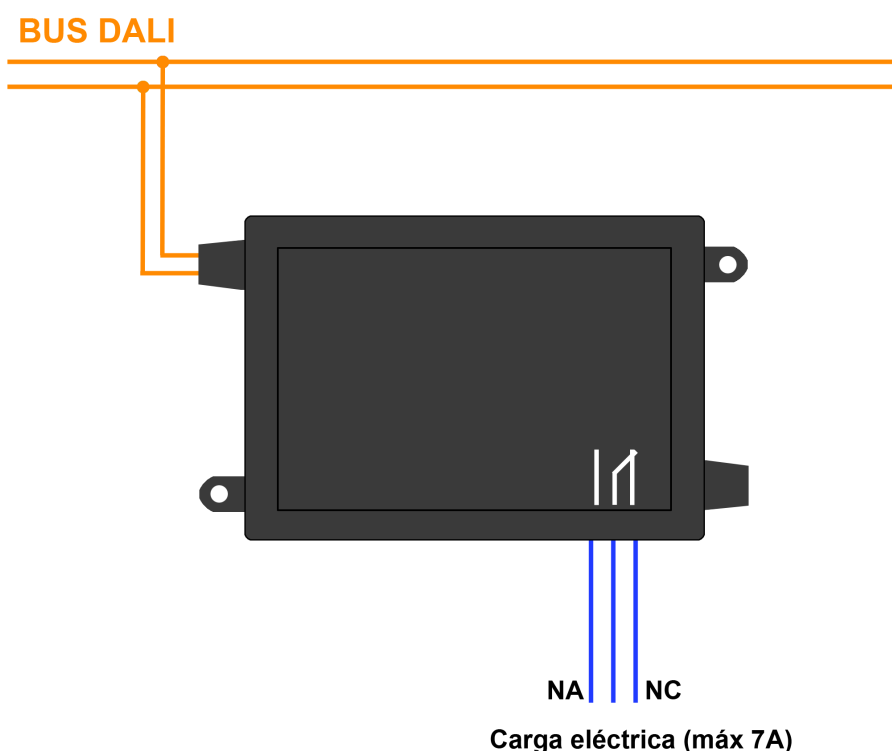

Figura 1: Conexión del equipo al Bus DALI, y de la carga eléctrica al equipo
- ✓ Colocar en falso techo y conectarlo siguiendo las indicaciones del esquema de la figura 1.